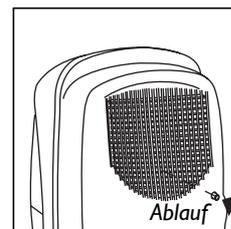

Abb. 2
- Den Ablauf innen mit einem kleinen Bohrer anbohren (Abb. 2).